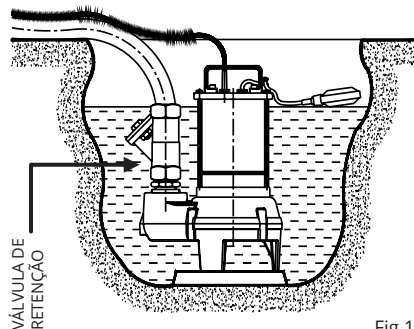

Fig.1
- Se o fundo do poço ou da superfície de apoio da bomba for irregular e houver a possibilidade de acumulação de seixos, detritos, lama, etc., crie uma base de apoio regular e elevada (Fig. 1).
- A fim de evitar o refluxo do líquido proveniente do colector de descarga, instale uma válvula de retenção depois da remessa da bomba (Fig. 1).